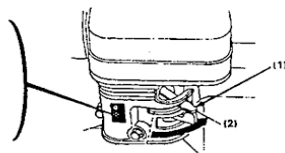

Рис. 17
По мере разогрева двигателя постепенно передвигайте рычаг воздушной заслонки в позицию «открыто» (ON) (см. рис.17).